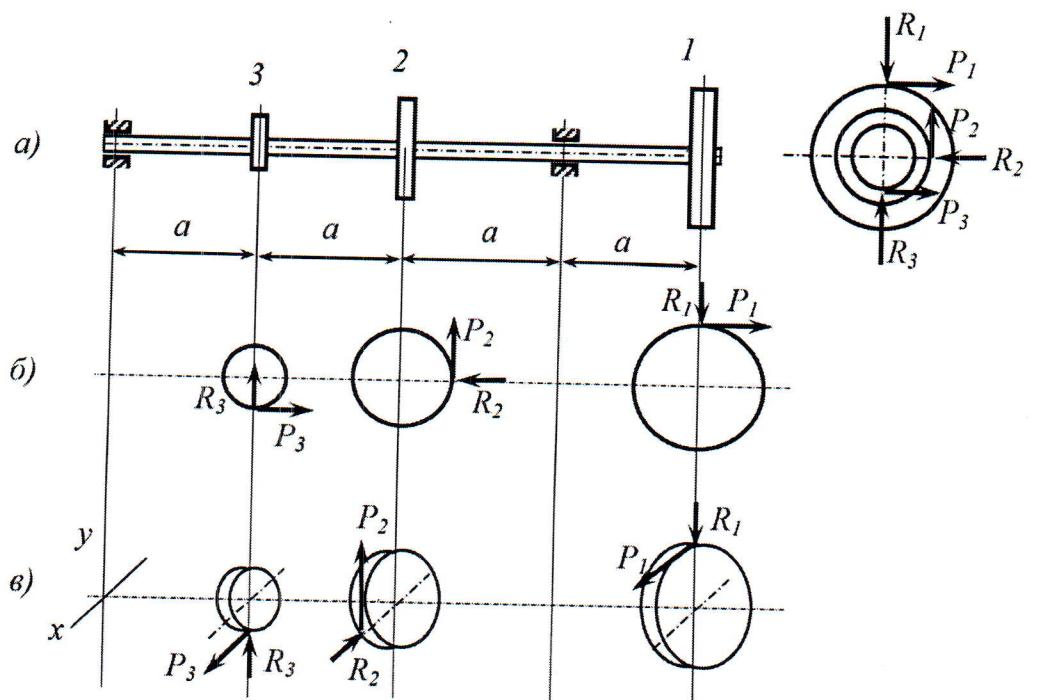

Рис. 5
1. Начертить заданную схему вала (рис. 5, а).
4. Показать на схеме силы, действующие на каждое зубчатое колесо, с указанием их величины (рис. 5, б или рис. 5, в).